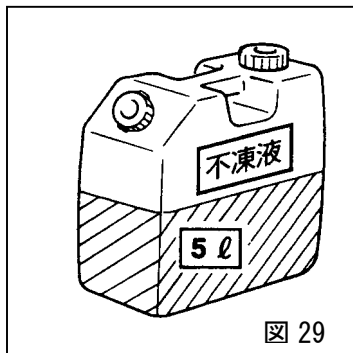

図 29
1) 不凍液を5 L 程度容器に用意してください。(図 29)。